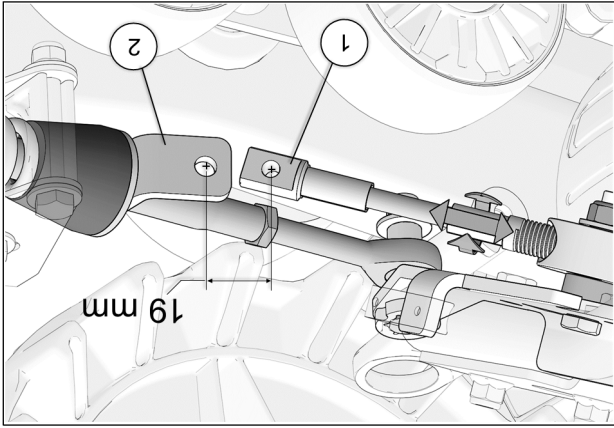

Fig. 27
14. Tourner le volant du véhicule au maximum de la course du côté gauche. En maintenant une pression au volant, ajuster le câble (en vissant ou dévissant pour ajuster la longueur). Voir la Fig. 27
15. Obtenir une distance de 19 mm [ $\frac{3}{4}$  po.] du centre de l'extrémité du câble (1) au centre de l'extrémité du support de fixation (2). Voir la Fig. 27